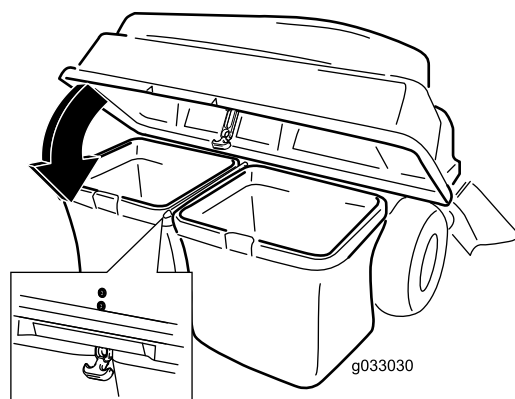

Figura 18
5. Baje la tapa del ensacador sobre las bolsas (Figura 18).
6. Sujete la tapa con el cierre (Figura 18).